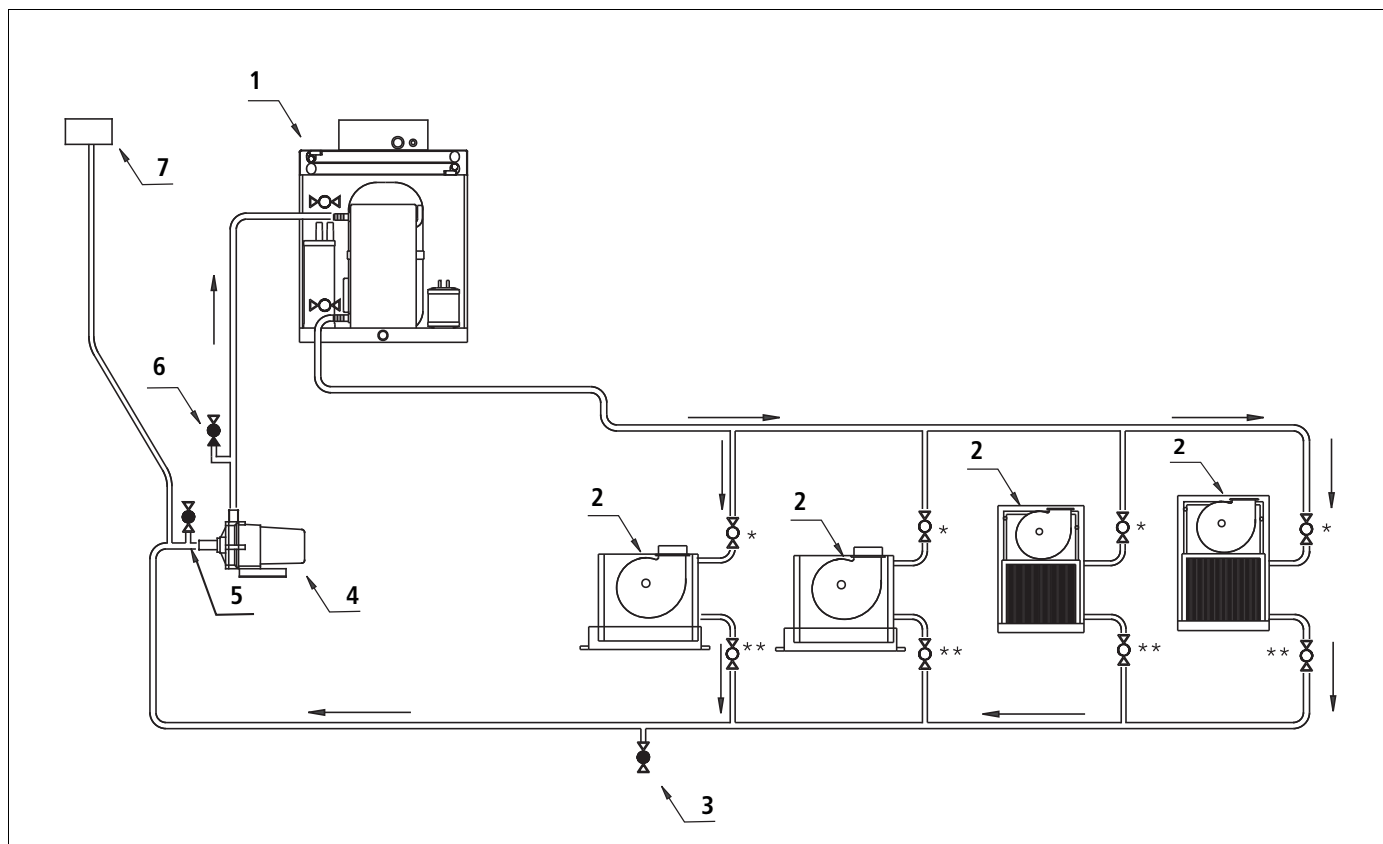

Abb. 9 Beispiel Kaltwasserkreislauf offenes System: 1 Chiller-Einheit und 4 Gebläsewärmetauscher
► Kaltwasserleitungen gemäß Abb. 9 oder Abb. 31 einbauen.